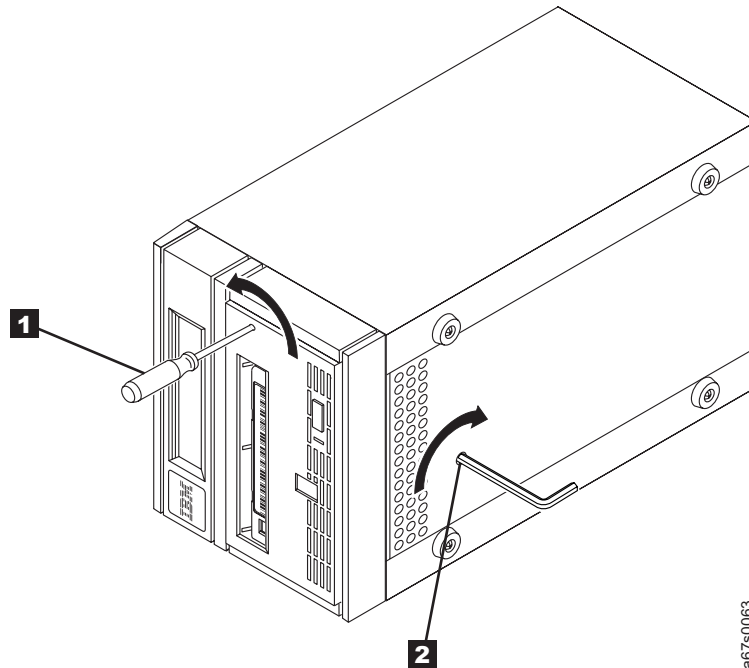

Abbildung 18. Bandmitnehmer in Kassette bewegen. Erreicht der Bandmitnehmer die Kassette, kuppelt er den Bandmitnehmerstift aus.
8. Setzen Sie einen schmalen Schraubendreher oder ein Potentiometerwerkzeug in die Zugriffsöffnung für das Zahnrad des Lademechanismusmotors (siehe **1** in Abb. 18 auf Seite 74).